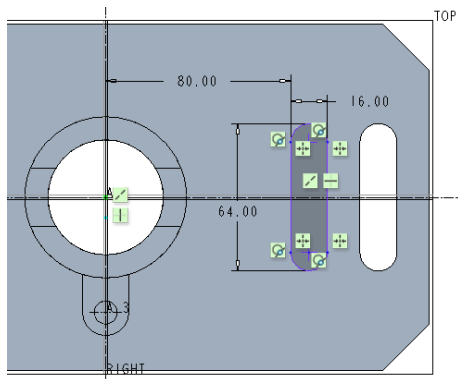

图 5-6 修改后的拉伸截面
- 7 原特征截面依附于鼠标指针, 移动鼠标指针, 在大概的放置位置处单击, 接着为新截面添加合适的几何约束和尺寸约束, 然后修改尺寸, 以获得图 5-6 所示的拉伸截面。